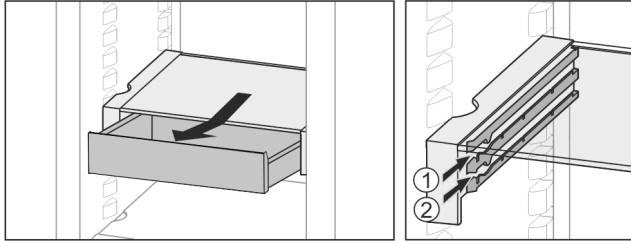

Fig. 29
- ▶ Inserire all'altezza desiderata Fig. 29 (1) o Fig. 29 (2).